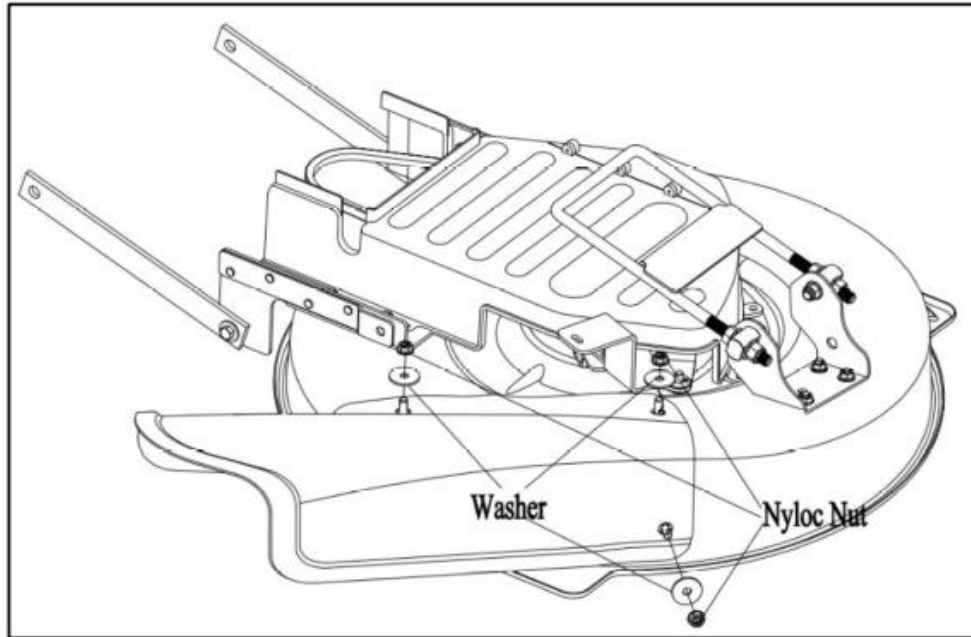

Figure 9
- 3) Montez la goulotte d'éjection latérale sur les mêmes boulons que ceux qui ont fixé le tuyau d'éjection arrière (figure 9).